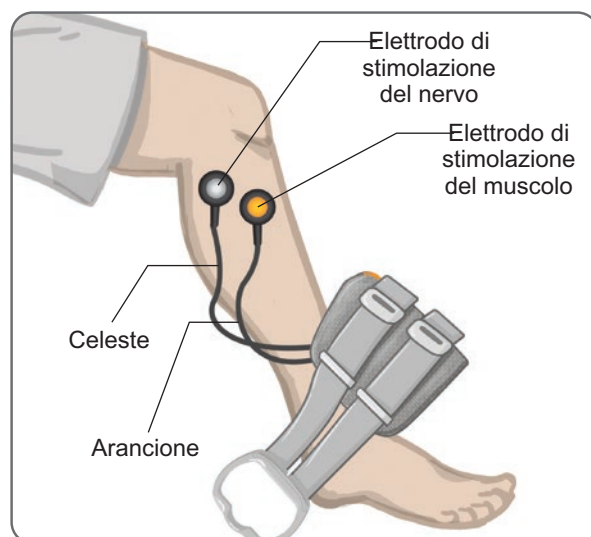

Figura 8-4: Cavo adattatore collegato
3. Collegare le estremità arancioni del cavo adattatore alla base per l'elettrodo di stimolazione del muscolo e al foro di connessione arancione del gambaletto/cosciale (Figura 8-4).
4. Collegare le estremità celesti del cavo adattatore alla base per l'elettrodo di stimolazione del nervo e al foro di connessione celeste del gambale/cosciale (Figura 8-4).
5. Posizionare il gambale per la parte inferiore della gamba accanto al piede del paziente (Figura 8-4).